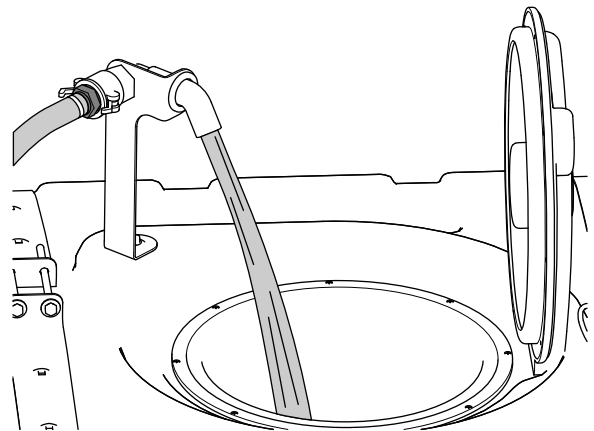

Figura 30
5. Adicione  $\frac{3}{4}$  da água necessária ao depósito de pulverização (Figura 30).